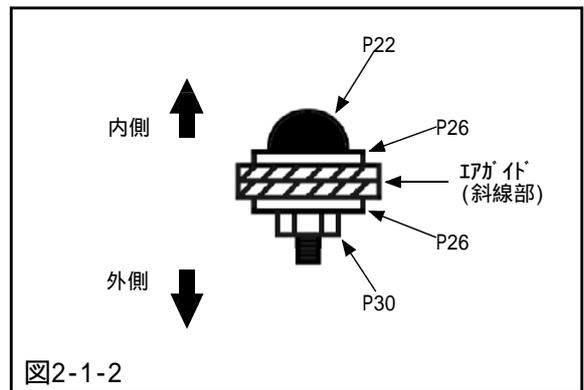

図2-1-2
- ・ エアガイドを組立てる際、走行風はエアガイドの内側を流れるためボルトの頭がエアガイドの内側に向くように組立ててください。(図2-1-2)
(2) オイルクーラコアにオイルクーラステー 1~3, エアガイド 1~4を仮組みしてください。